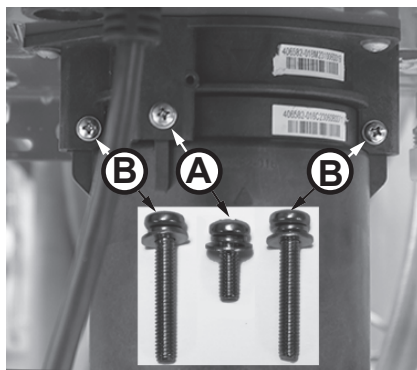

Figura 187 - Identifique los tornillos del cartucho
- 6 Ubique los tres (3) tornillos que fijan el cartucho X3®/de derivación como se muestra en la Figura 187. Retire el tornillo M4-12 mm (A) y los dos tornillos M4-25 mm (B) del cartucho. Deje los tornillos a un lado en un lugar seguro para volver a instalarlos.